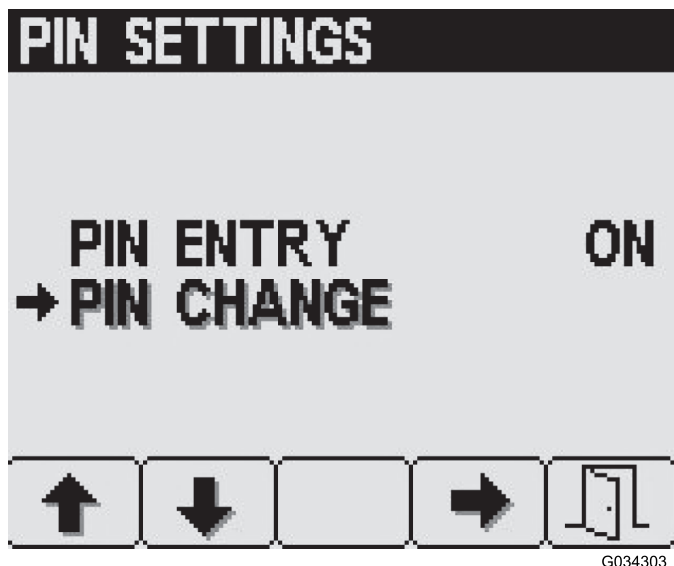

Рисунок 17
3. На странице PIN Settings (Настройки PIN-кода) с помощью кнопки 2 перейдите к пункту PIN Change (Изменение PIN-кода) и нажмите кнопку выбора 4 (Рисунок 17).